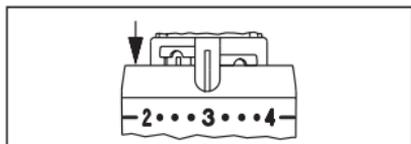

Fig. 10
- Deslice los clips limitadores fuera de la "posición de guardado" y colóquelos en las ranuras inmediatamente anterior y posterior a la posición "3" (fig. 10).